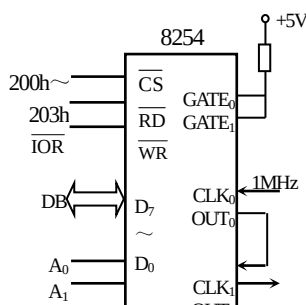

图 7.14 例
**解:** 原理如图 7.14 所示。通道 0 分频产生周期为 1ms 的周期性信号, 通道 2 产生高电平为 200ms, 低电平为 1ms 的连续信号。